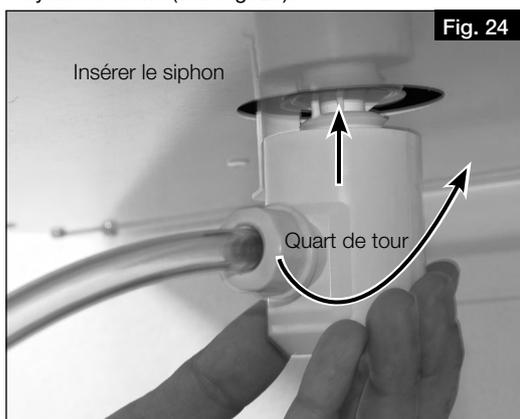

Fig. 24
- Insérer le siphon en lui donnant un quart de tour pour l'enclencher dans la pièce de fixation (voir Fig. 24). Bien s'assurer que la boule flotte librement dans le siphon !